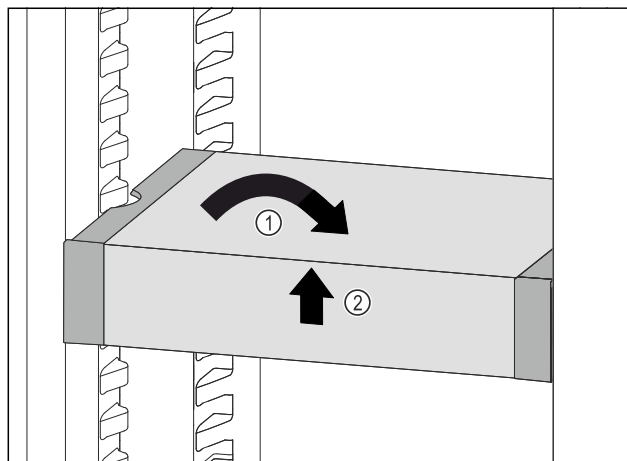

Fig. 240
- Placer VarioSafe lige. Fig. 240 (1)
- Løft VarioSafe op foran. Fig. 240 (2)